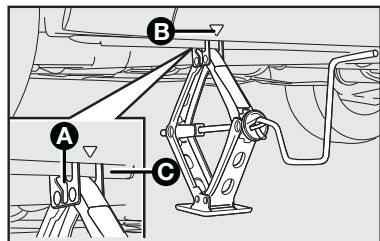

fig. 6
- Coloque el crique en el símbolo ▼ **B-fig. 6 o 7** cerca de la rueda que va a cambiar y asegúrese de que la ranura **A** del crique esté bien introducida en el larguero **C**.